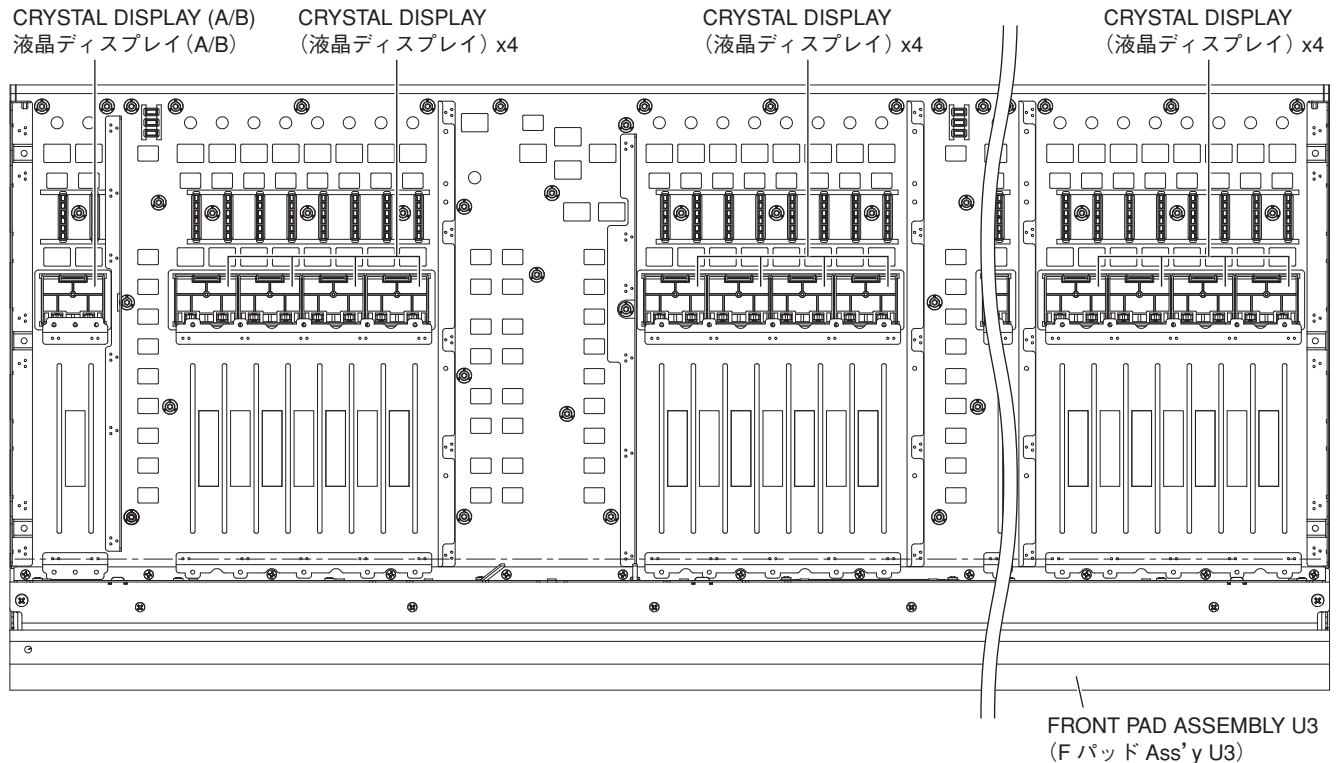

Fig. 11 (図 11)
- B-9-4. Remove the crystal display. (Fig. 11)
- B-9-4. 液晶ディスプレイを外します。(図 11)
- B-11-3. Remove the crystal display. (Fig. 11)
- B-11-3. 液晶ディスプレイを外します。(図 11)